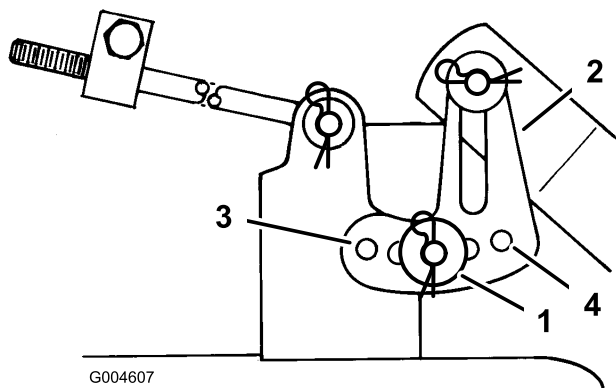

Figure 45
11. Enlevez la goupille fendue et la rondelle de l'une des pattes de mise à niveau (Figure 45).
12. Fixez la patte de mise à niveau dans un autre trou à l'aide de la rondelle et de la goupille fendue (Figure 45).